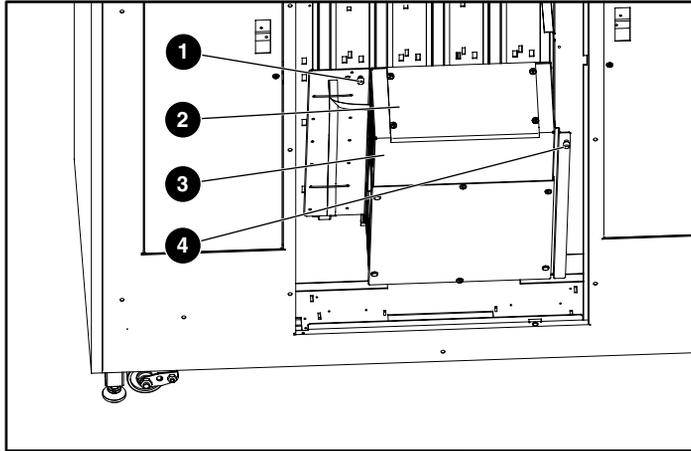

Figura 2: Apertura del compartimiento electrónico
4. Incline y saque el compartimiento electrónico del receptáculo (consulte la Figura 2).